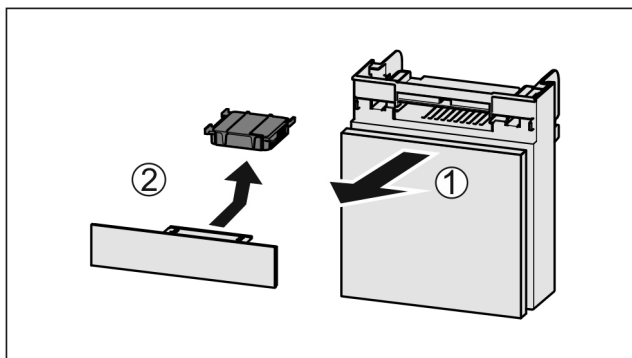

Fig. 116
- Издърпайте Fig. 116 (1) напред от отделениято.
- Извадете Fig. 116 (2) филтъра с активен въглен.